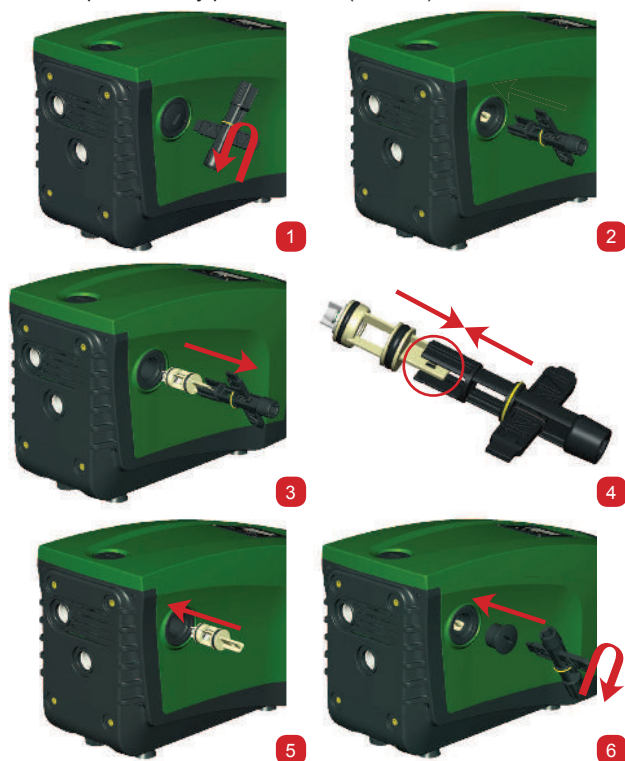

Рисунок 29
- 1 - снимите пробку доступа к клапану (Рис. 29);
- 2 - вставьте крестообразный дополнительный ключ, концом "F" (пар. 10.1) так, чтобы захватить язычок с отверстием при помощи захватов с защелками (Рис.29);
- 3 - извлеките без вращения: эта операция может потребовать приложить некоторое усилие. Вынимается наружу картридж, который также несет с собой клапан для проведения техобслуживания. Картридж остается на ключе (Рис. 29);
- 4 - отсоедините картридж от ключа: нажатием друг против друга защелки освобождаются, после этого можно вынуть сбоку картридж (Рис. 29);
защелки вновь будут задействованы, и захватят язычок картриджа без возможности освобождения (Рис. 29);
7 - Затяните пробку до упора: если картридж не был продвинут в правильное положение, завинчивание пробки ведет к его правильному размещению (Рис. 29).
- 1 - Снимите защитную заглушку вала двигателя, как показано на Рис.29;